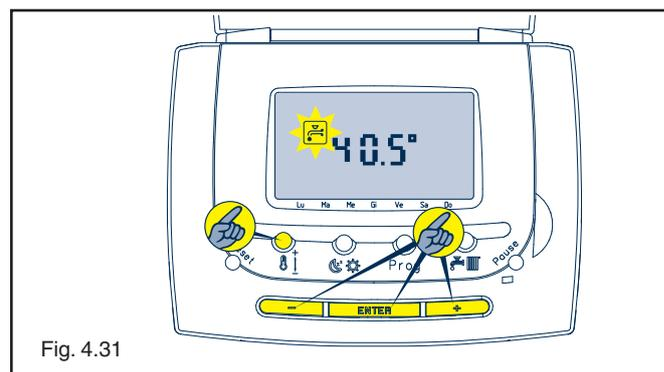

Fig. 4.31
- Premere il tasto sul display l'indicatore comincia a lampeggiare ed appare la temperatura attuale dell'acqua sanitaria (fig. 4.31)